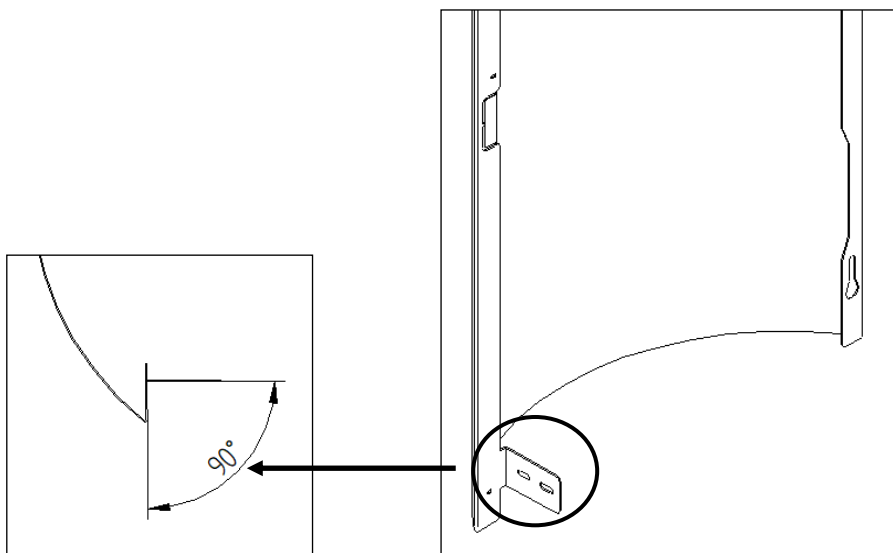

Figure 40 - Angle languette inférieure
- e) Ensuite, pour enboîter les capots latéraux, pliez d'abord la languette comme indiqué sur la Figure 40 pour vous assurer qu'elle fait un angle inférieur à 90° .